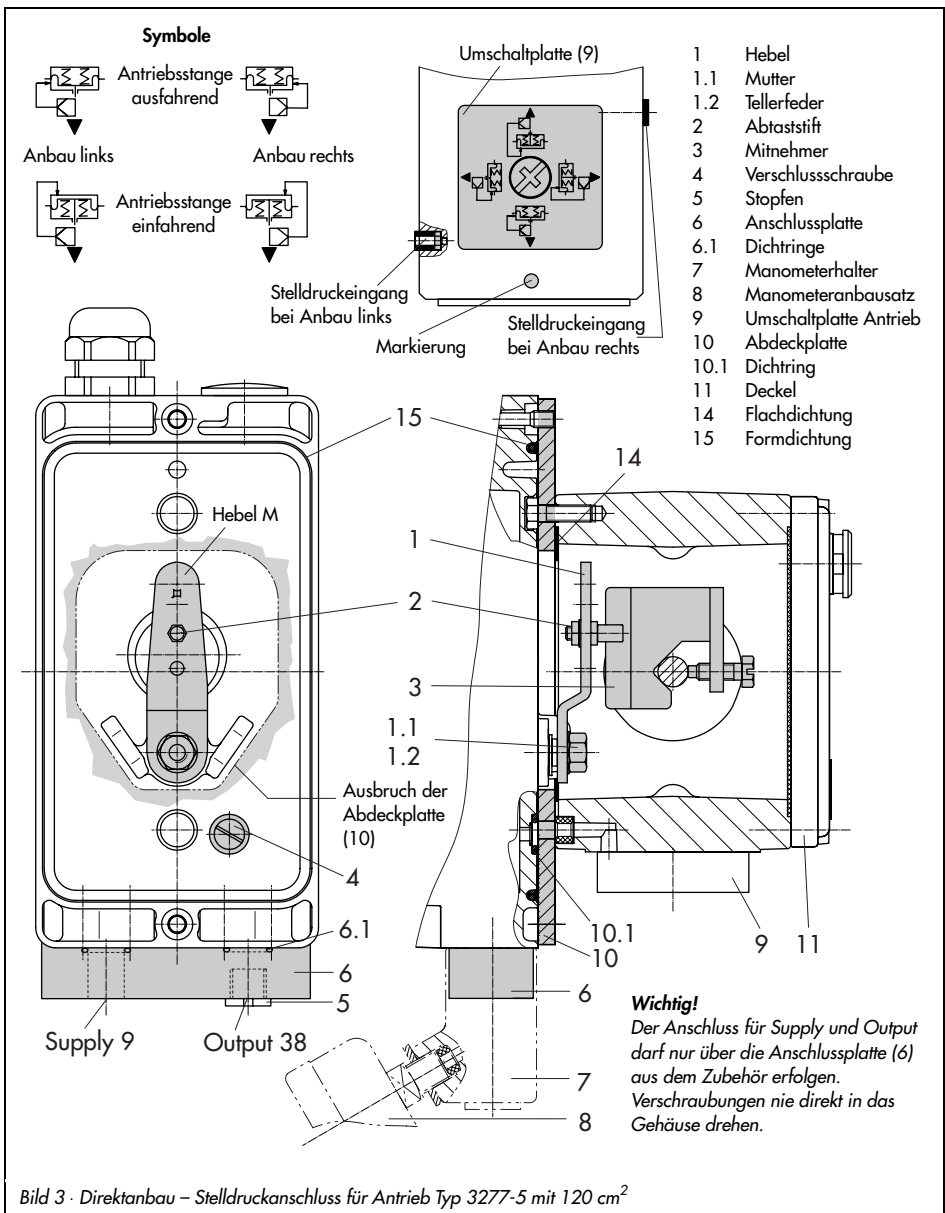

Bild 3 · Direktanbau – Stelldruckanschluss für Antrieb Typ 3277-5 mit 120 cm²
1. Anschlussplatte (6) oder Manometerhalter (7) mit Manometern am Stellungsregler montieren, auf richtigen Sitz der beiden Dichtringe (6.1) achten.
2. Verschlusschraube (4) auf der Stellungsreglerrückseite entfernen und den Stelldruckausgang "Output 38" an der Anschlussplatte (6) bzw. am Manometerhalter (7) mit dem Stopfen (5) aus dem Zubehör verschließen.
3. Mitnehmer (3) an die Antriebsstange setzen, ausrichten und so festschrauben, dass die Befestigungsschraube in der Nut der Antriebsstange sitzt.
4. Abdeckplatte (10) mit schmaler Seite des Ausbruchs (Bild 3 links) in Rich-